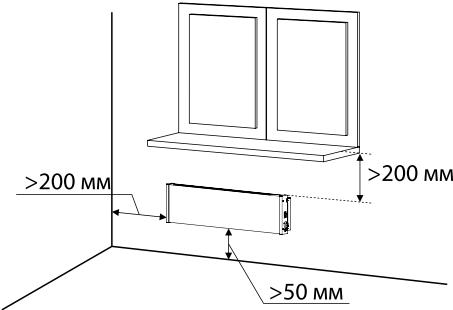

Рисунок. 4. Размещение конвектора.
1. Для нормальной работы конвектора необходимо обеспечить: расстояние до пола – не менее 50 мм, до боковой стены, мебели – не менее 200 мм, свободное пространство над конвектором – не менее 200 мм (см. рис. 4);